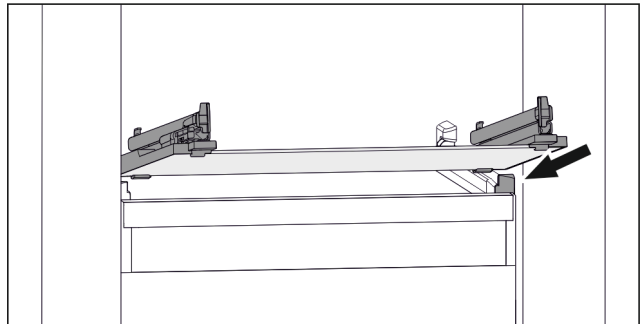

Fig. 73 Representación de la placa de vidrio a modo de ejemplo
- Coloque la placa de vidrio inclinada detrás de los topes. (consulte Fig. 73)